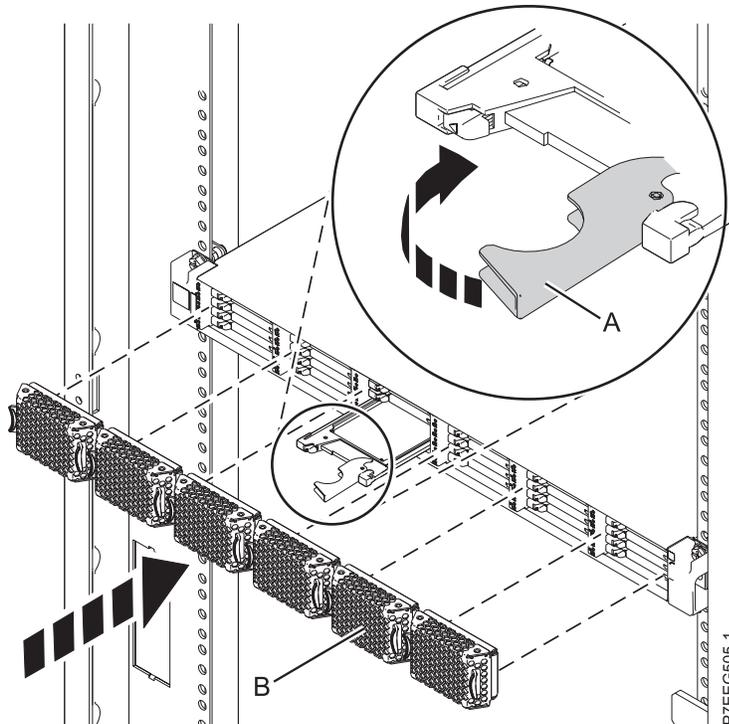

Figura 4. Instalación de una unidad de estado sólido en Alojamiento de almacenamiento PCIe de EDR1
1. Con el asa en la posición de desbloqueo, alinee la unidad de estado sólido con los rieles de guía del alojamiento. Consulte Figura 4 en la página 13.
5. Gire el asa (A) hasta la posición de bloqueo.
6. Instale la placa frontal (B).